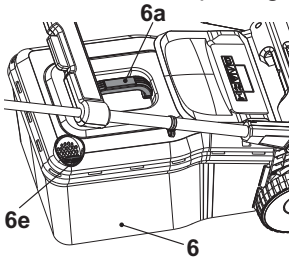

Fig. 14
1. Lorsque la trappe (6e) est ouverte, le bac de ramassage possède un volume restant suffisant pour ramasser de l'herbe (Fig. 14).